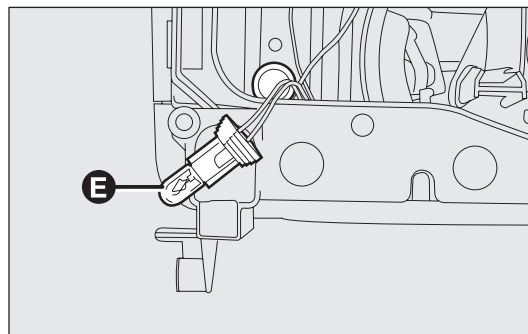

fig. 143
- asportare la lampada bruciata E-fig. 143 ed inserire la nuova lampada;